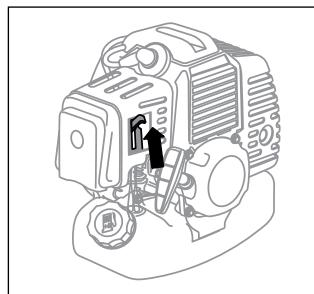

Рис. 12
- Переведите рычаг воздушной заслонки в верхнее положение – || «Закрыто» (рис. 12).
7. Переведите рычаг воздушной заслонки (рис. 12) в нижнее положение ||| «Открыто».
1. Переведите рычаг воздушной заслонки в нижнее положение – ||| «Открыто» (рис. 12).